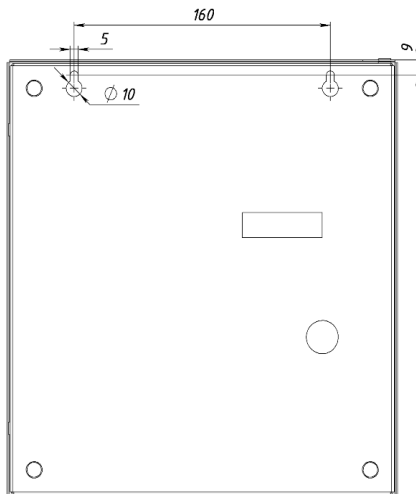

Рисунок 8 - Установочный чертёж прибора
- В отверстия вкрутить шурупы и повесить на них прибор. Установку прибора на стену производить, ориентируясь по чертежу корпуса прибора - Рисунок 8.